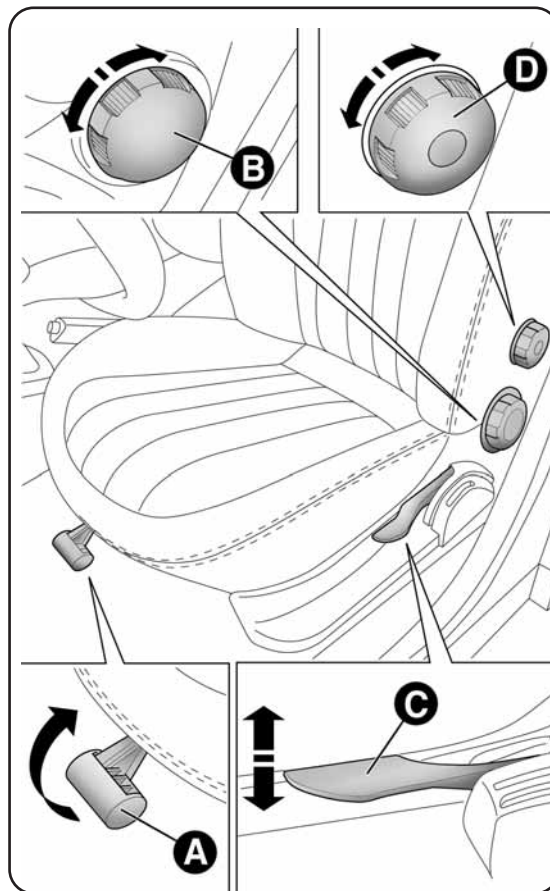

fig. 16
#### Réglage dans le sens longitudinal fig. 16
#### Réglage de l'inclinaison du dossier fig. 16
**Réglage en hauteur fig. 16**
**Réglage lombaire (siège côté conducteur) fig. 16**